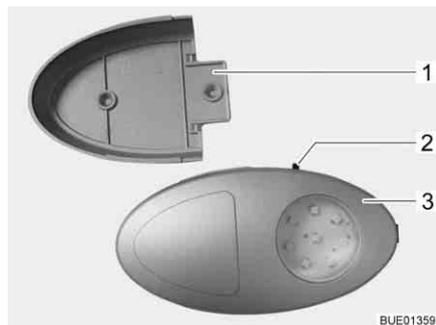

Fig. 83 Lámpara del armario ropero
- ▷ La lámpara del armario ropero puede ser extraída del soporte atornillado (Fig. 83,1) y ser usada como linterna.
El interruptor (Fig. 83,2) está instalado directamente en la lámpara del armario ropero (Fig. 83,3).